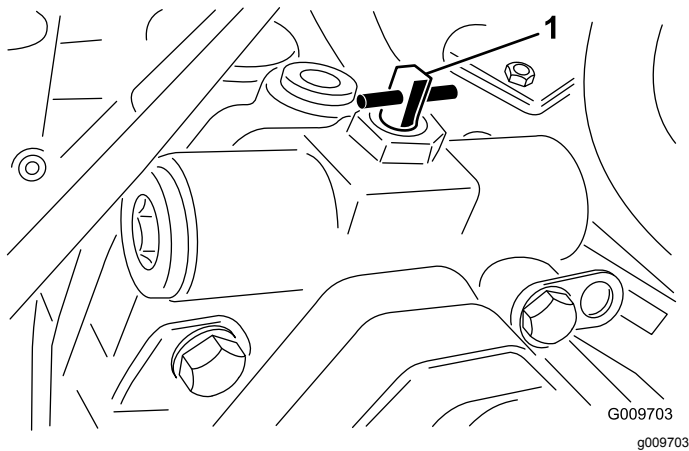

Bild 17
2. Drehen Sie das Ventil um eine Vierteldrehung nach rechts oder links, um es zu öffnen und Öl intern abzulenken (Bild 17). Weil das Öl abgelenkt wird, lässt sich die Zugmaschine ohne Schäden am Getriebe langsam bewegen. Merken Sie sich die Ventilstellung beim Öffnen oder Schließen.